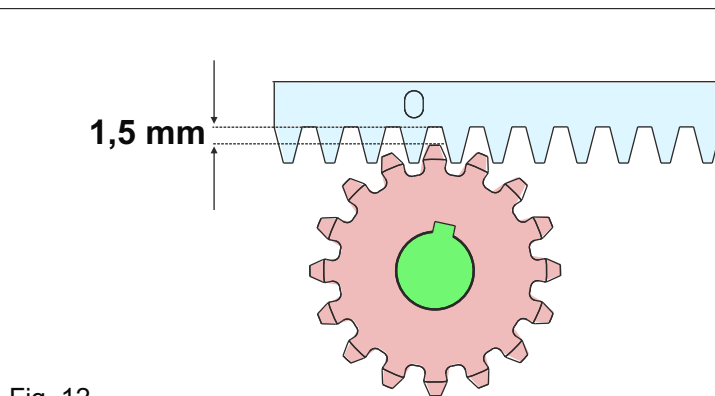

Fig. 12
5.6. Toda la cremallera debe elevarse de **1,5 mm** para evitar que el peso de la cancela carga sobre el piñón - Fig. 12. **Atención: mantener un juego mín. 0,5 mm entre el diente del piñón y el diente de la cremallera;**